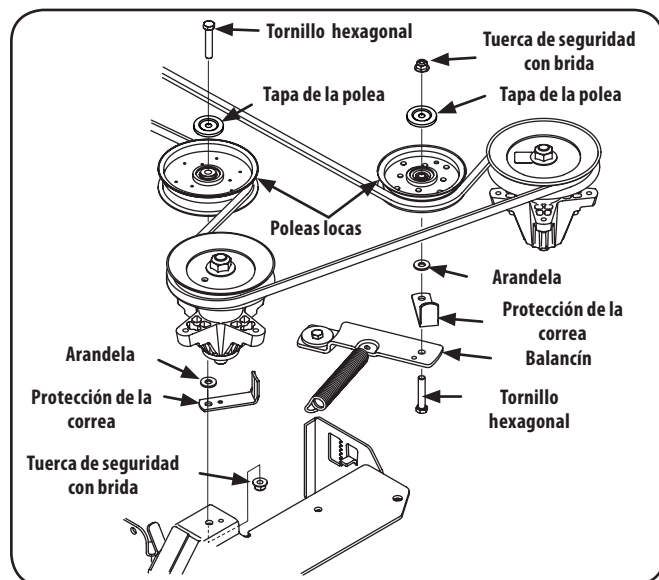

Figura 7-9
3. Extraiga las dos poleas locas, para lo cual debe retirar los tornillos de cabeza hexagonal y las tuercas de seguridad con brida que las sujetan a la plataforma y el brazo de polea loca. Consulte la Figura 7-9. No afloje ningún elemento de ferretería al sacar el tornillo de cabeza hexagonal y la tuerca de seguridad con brida.
6. Coloque la correa alrededor de las poleas locas que extrajo en el paso 3 con el lado en "V" orientado hacia adentro. Una vez que todo esté en su lugar, vuelva a colocar los elementos de ferretería y ajuste la tuerca de seguridad con brida para sujetar el conjunto. Consulte la Figura 7-9.